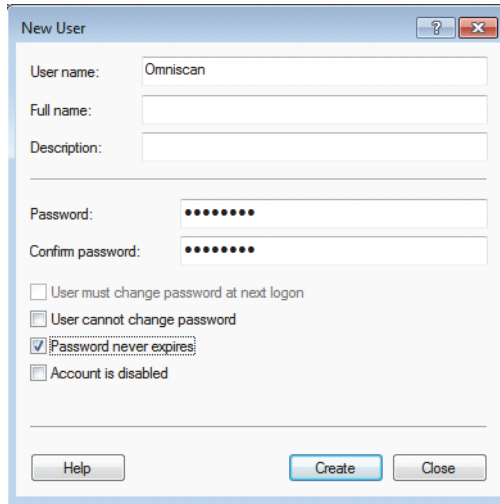

Figura 7-26 Cuadro de diálogo New User (Windows 7)
5. En el campo de texto **User name** (Nombre de usuario), dentro del cuadro de diálogo **New User** (Nuevo usuario), introduzca **Omniscan**, respetando las mayúsculas y minúsculas. Véase la Figura 7-26 en la página 236.